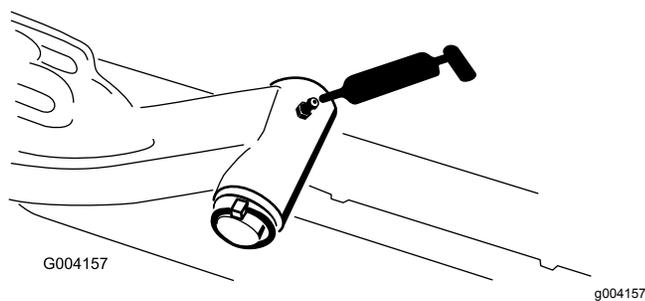

Рисунок 65
- Ось поворота подъемного рычага (по 1 шт.) (Рисунок 65)